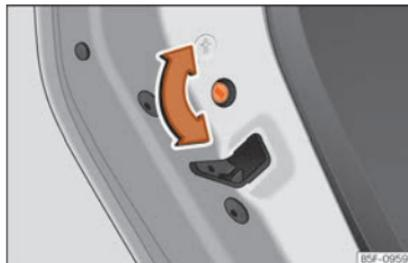

Fig. 92 Tranca para crianças da porta da esquerda.
- Com a porta aberta, rode a ranhura com a chave do veículo no sentido horário para as portas esquerdas »» Fig. 92 e no sentido anti-horário para as portas direitas.
- Com a porta aberta, rode a ranhura com a chave do veículo no sentido anti-horário para as portas esquerdas »» Fig. 92 e no sentido horário para as portas direitas.